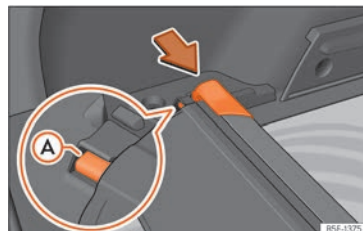

Abb. 128 Im Gepäckraum: Aufnahme zum Verstauen der aufrollbaren Abdeckung.
- Drücken Sie den Kopfteil der aufrollbaren Abdeckung in Pfeilrichtung, bis diese in der vorgesehenen Aufnahme einrastet »» **Abb. 128**. Stellen Sie sicher, dass das Gleitstück **A** in der entsprechenden Aufnahme einrastet.